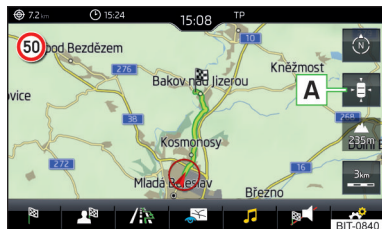

Fig. 227
► Pour le **Centrage carte**, appuyez sur la touche de fonction **A** » fig. 227.